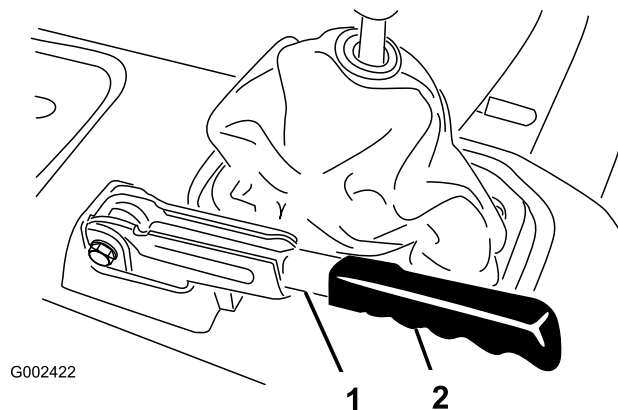

図 60
1. 駐車ブレーキレバーのゴム製グリップをはずす（図 60）。